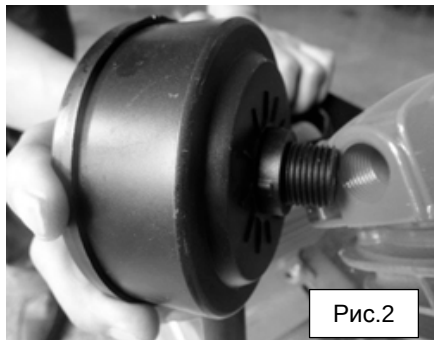

Рис.2
- Накрутите аккуратно фильтры (12, Рис.1), стараясь не повредить резьбу (Рис.2).